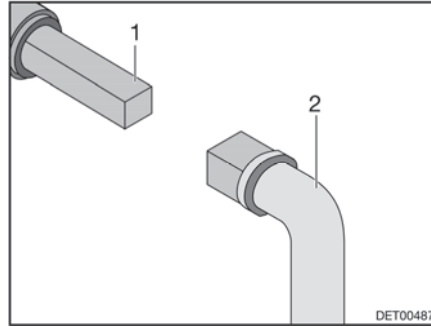

Bild 122 Bedienung Abwasserhahn
- Schlüssel (Bild 122,2) auf Vierkant (Bild 122,1) stecken.